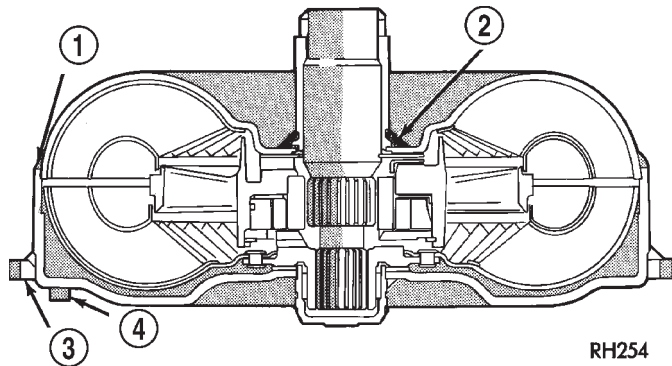

Fig. 7 Puntos de fuga del convertidor - Característicos
- Fugas de soldadura del convertidor de par en la soldadura del diámetro externo (Fig. 7).
- Soldadura de la maza del convertidor de par (Fig. 7).